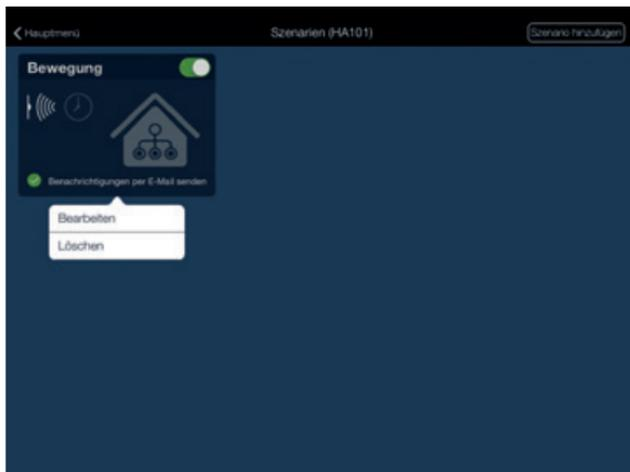

Abb. 27
2. Klicken Sie **lange** auf ein Szenensymbol, um das Optionsmenü zu öffnen. Wählen Sie hier „Löschen“ aus (*siehe Abb. 27*).